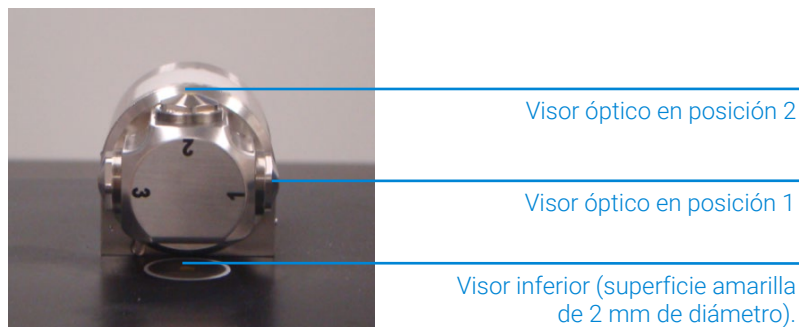

Figura 13 DialPath con visor óptico hacia arriba.
En el modo de carga de muestras y el modo de limpieza, el DialPath se gira para que el visor óptico quede hacia arriba (consulte la Figura 13). Es en esta posición, se puede acceder fácilmente al área de montaje de la muestra para cargarla en su lugar y limpiar las superficies de muestreo antes del análisis de la siguiente muestra.
- 1** Gire el DialPath para que la Posición 2 del visor óptico apunte hacia arriba (consulte la Figura 13).